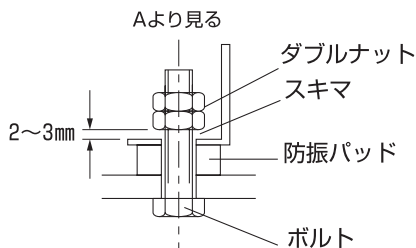

図 1
- ① ドレンの排出・防振ゴムの質量配分のため、水平に設置してください。
- ② 機械および装置の上に設置する場合は、振動による移動を防止するため、ボルトで固定してください。
- ③ 固定ボルトは、防振パッドの働きを活かすためのスキマをあけて固定してください。(図1をご参照ください)